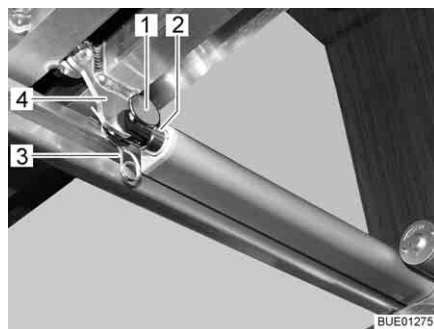

Bild 138 Drivning
- Lossa förbindelsen (t. ex. stift och fjäderkontakt (Bild 138,1 och 3)) mellan skjutstången (Bild 138,2) och ribbotten (Bild 138,4).